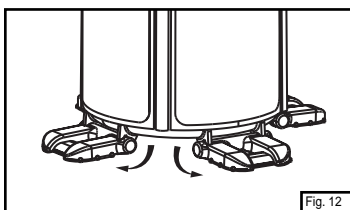

Fig. 12
- ⇒ Desdoble siempre las patas en el estuche inferior para cargar antes de usarse. (Fig. 12)